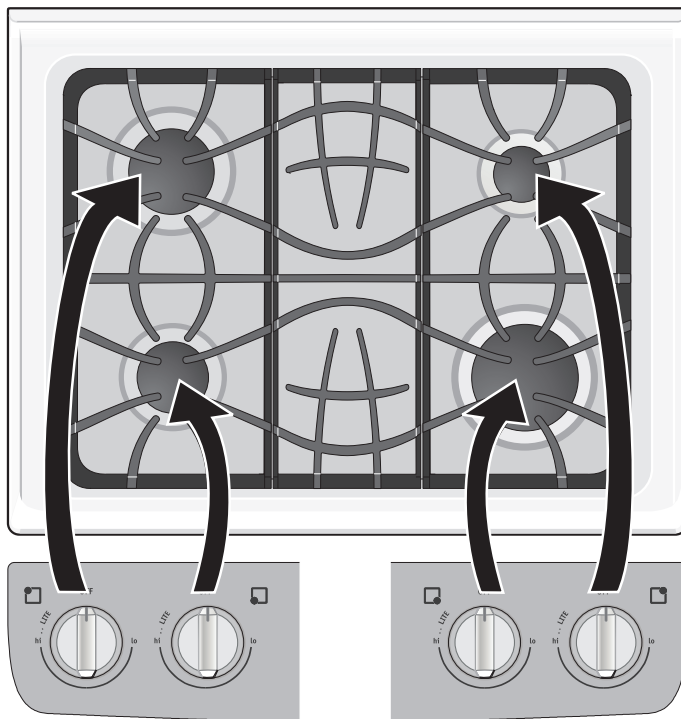

Figure 1 - Modèle A
Le brûleur MIJOTANT est le plus petit des brûleurs. Il est plus souvent utilisé pour faire mijoter des sauces, etc. Il est situé à l'arrière à droite sur la surface de cuisson (Figures 1 et 2).
Le brûleur STANDARD peut servir à presque tous les besoins. Ce brûleur est situé à l'avant à gauche (Figures 1 & 2).
Les brûleurs de PUISSANCE sont les plus gros. Ils sont utilisés pour faire bouillir une grande quantité de liquide rapidement ou lorsqu'il y a beaucoup de nourriture à préparer. Ils sont situés à l'avant à droite et à l'arrière à gauche (Figures 1 & 2).
- 3 Relâchez le bouton en position «LITE» (ALLUMAGE) (voir figure 1). Note: Les 4 allumeurs des brûleurs de surface produiront des étincelles. Cependant, seul le brûleur dont le bouton a été tourné s'allumera.